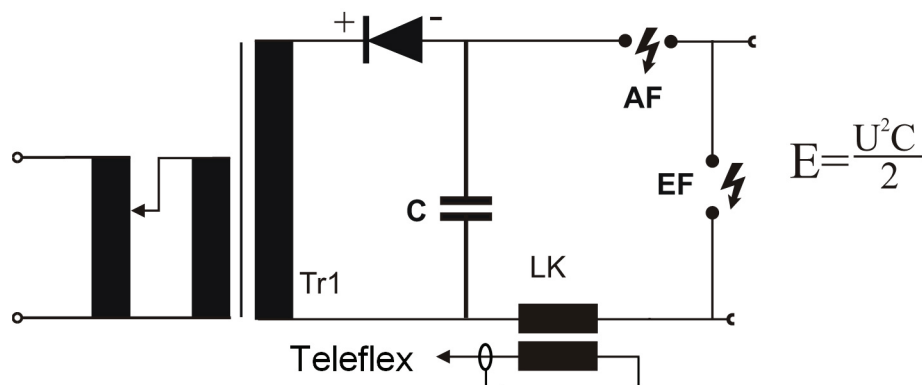

Imagen 1 : Diagrama funcional del generador de ondas de choque
La imagen 1 muestra el funcionamiento básico de un generador de ondas de choque. El condensador de choque C (con niveles de tensión de 3, 6, 12 kV o bien 4, 8, 16 kV), que se carga con una fuente de tensión conmutable, se descarga por la ranura entre electrodos de funcionamiento (AF) del cable defectuoso. Otras posibles cargas residuales del cable o del instrumento se desvían a través de la ranura entre electrodos a tierra EF cuando el instrumento se apaga.
La energía de salida de la onda de choque viene determinada por la fórmula representada en la imagen 1.
En el método de reflexión de arco (ARM) la tensión de choque que viene del condensador C genera una descarga disruptiva o arco en la avería. El arco resultante es mantenido temporalmente por la resistencia R, lo cual permite medir la reflexión del choque mientras que éste dure. El acoplamiento del reflectómetro (Teleflex) ocurre a través de condensadores de prueba de alta tensión. El método de reflexión de arco se muestra en la imagen 1.